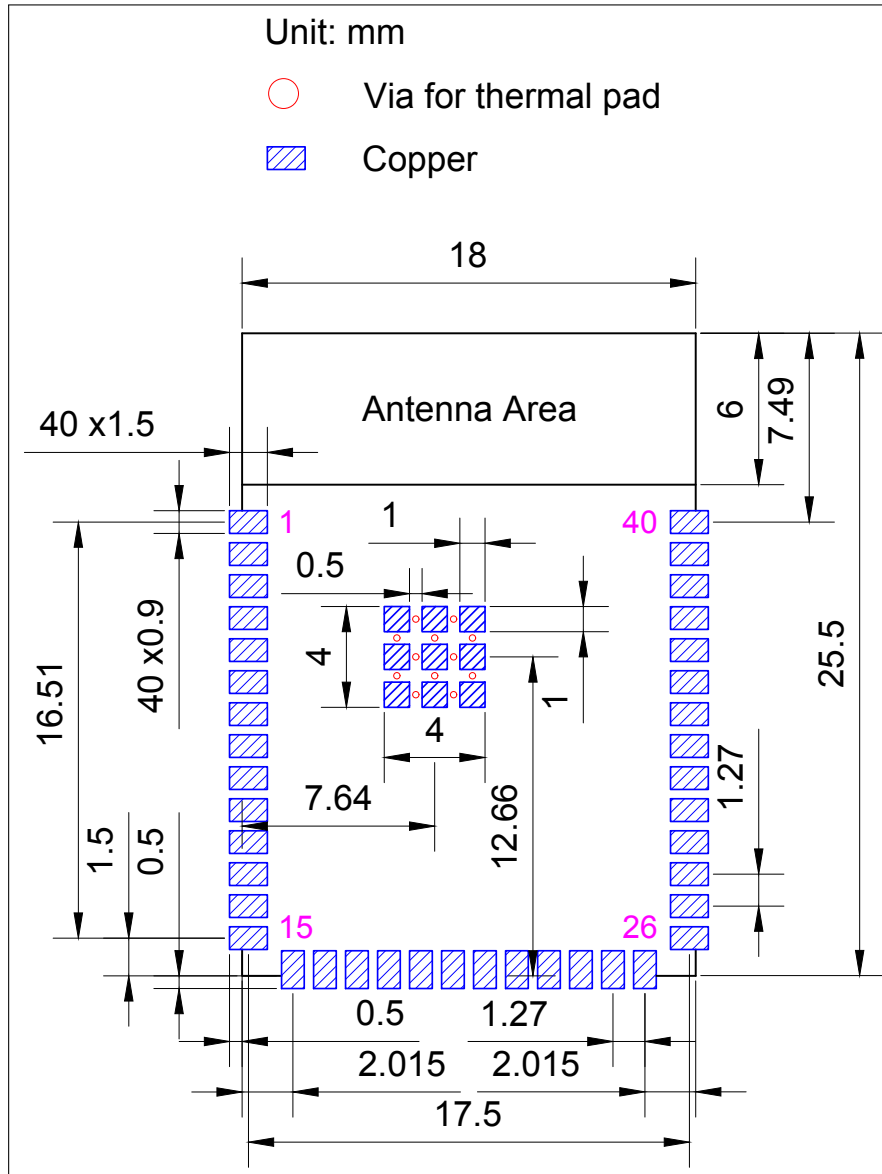

图 7: ESP32-S3-WROOM-2 推荐 PCB 封装图
- 推荐 PCB 封装图，标有 PCB 设计所需的全部尺寸。详见图 7 *ESP32-S3-WROOM-2 推荐 PCB 封装图*。
- 推荐 PCB 封装图的源文件，用于测量图 7 中未标注的尺寸。您可用 Autodesk Viewer 查看 ESP32-S3-WROOM-2 的封装图源文件。